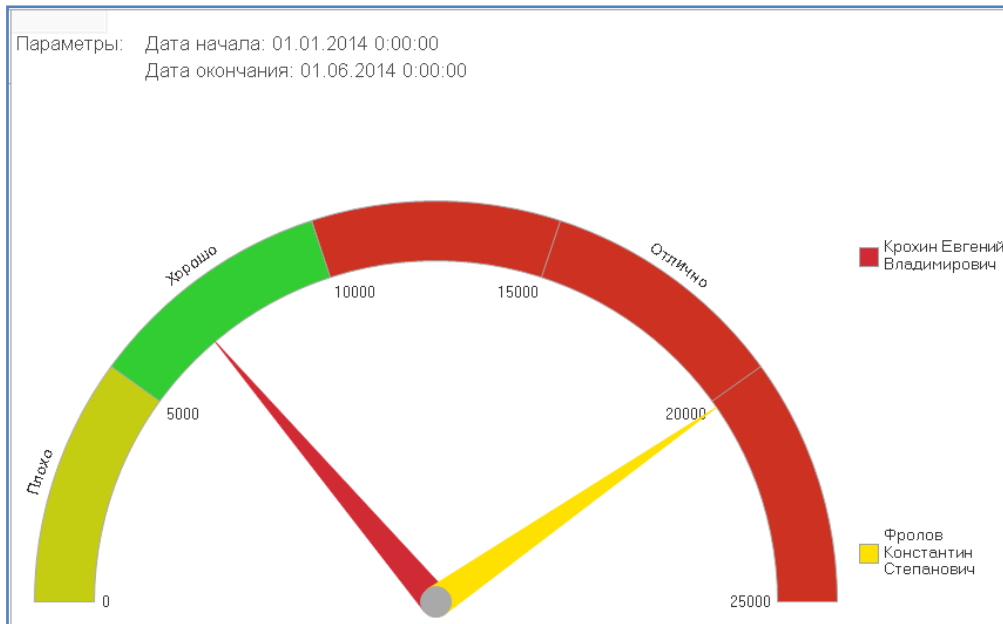

Рис. 55. Диаграмма отчета
8. Запустить отладку. Сформировать отчет «Выручка мастеров», выбрав вариант диаграммы (рис. 55).